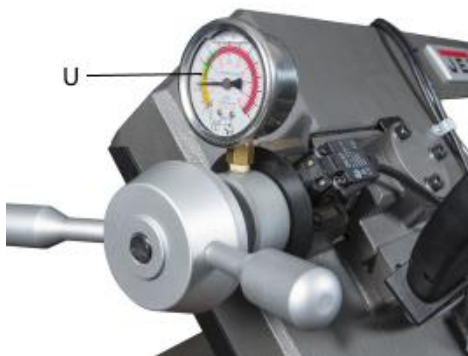

Рис.8
Поворачивайте ручку натяжения до тех пор, пока не будет достигнуто нужное натяжение пилы на шкале натяжения (U) зеленого цвета. (рис.8).